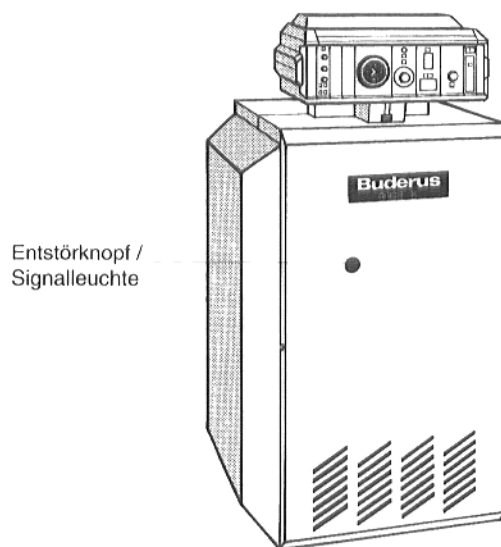

Abb. 6: Entstörknopf
- Leuchtet die Signalleuchte am Entstörknopf (Abb. 6), Entstörknopf drücken.